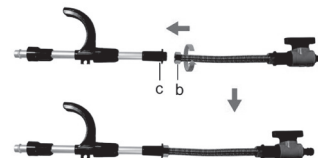

Рис. 2.
б) Накрутите гайку (b) на другом конце гибкого шланга (12) на резьбу соединительной муфты (c) и затяните. (Рис. 2)